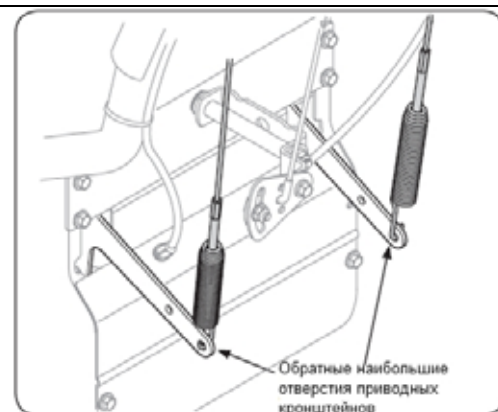

Рис. 14
1. Под панелью управление в нижней части потяните вниз соответствующий тросик и отсоедините пружину на конце тросика от соответствующего приводного кронштейна. (См. Рис. 14 и 15).
5. Защелкните каждую пружину тросиков в соответствующих отверстиях приводных кронштейнах. Оба тросика должны быть защелкнуты с обратной стороны наибольших отверстий на каждом кронштейне, как показано на Рис. 14.